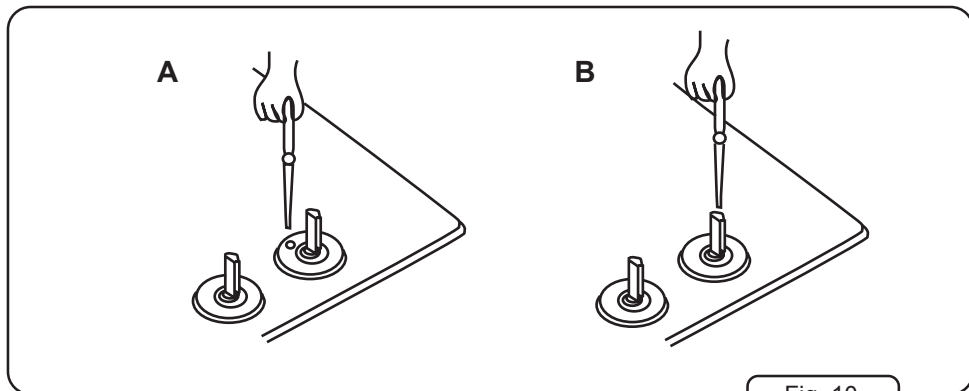

Fig. 10
- com a chave de fenda introduzida no orifício A ou no orifício do mandril B (depende do tipo da torneira – fig. 10), tornar o parafuso de regulação, sempre observando a flama do bico de gás; ajustar a flama à tal altura para ela não se apaga por causa do leve corrente de ar ou mudando rapidamente a torneira da posição de flama inteira ▲ para a econômica ▲ e vice versa; a regulação pode ser considerada como regular, quando o núcleo da flama tem a forma do cone da cor verde – azul, de altura por volta de 2 – 4 mm,